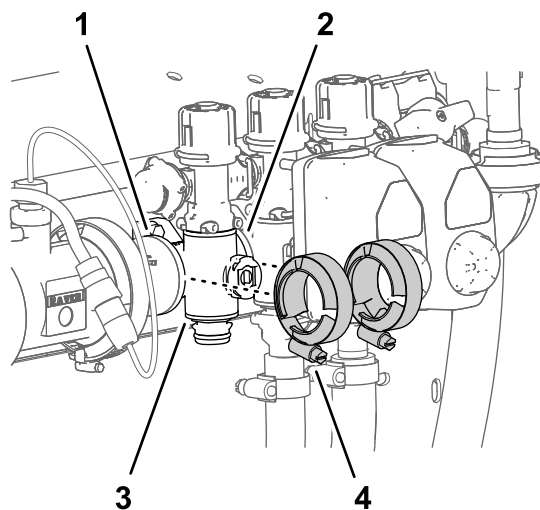

Figura 117
4. Monte provisionalmente las bridas de fijación que retiró en Retirada de la válvula del distribuidor de sección \(página 82\) en las bridas del distribuidor de la válvula de sección y las bridas de las otras válvulas de sección y/o adaptadores de acoplamiento (Figura 117).
7. Apriete las 2 bridas de fijación a mano (Figura 117).